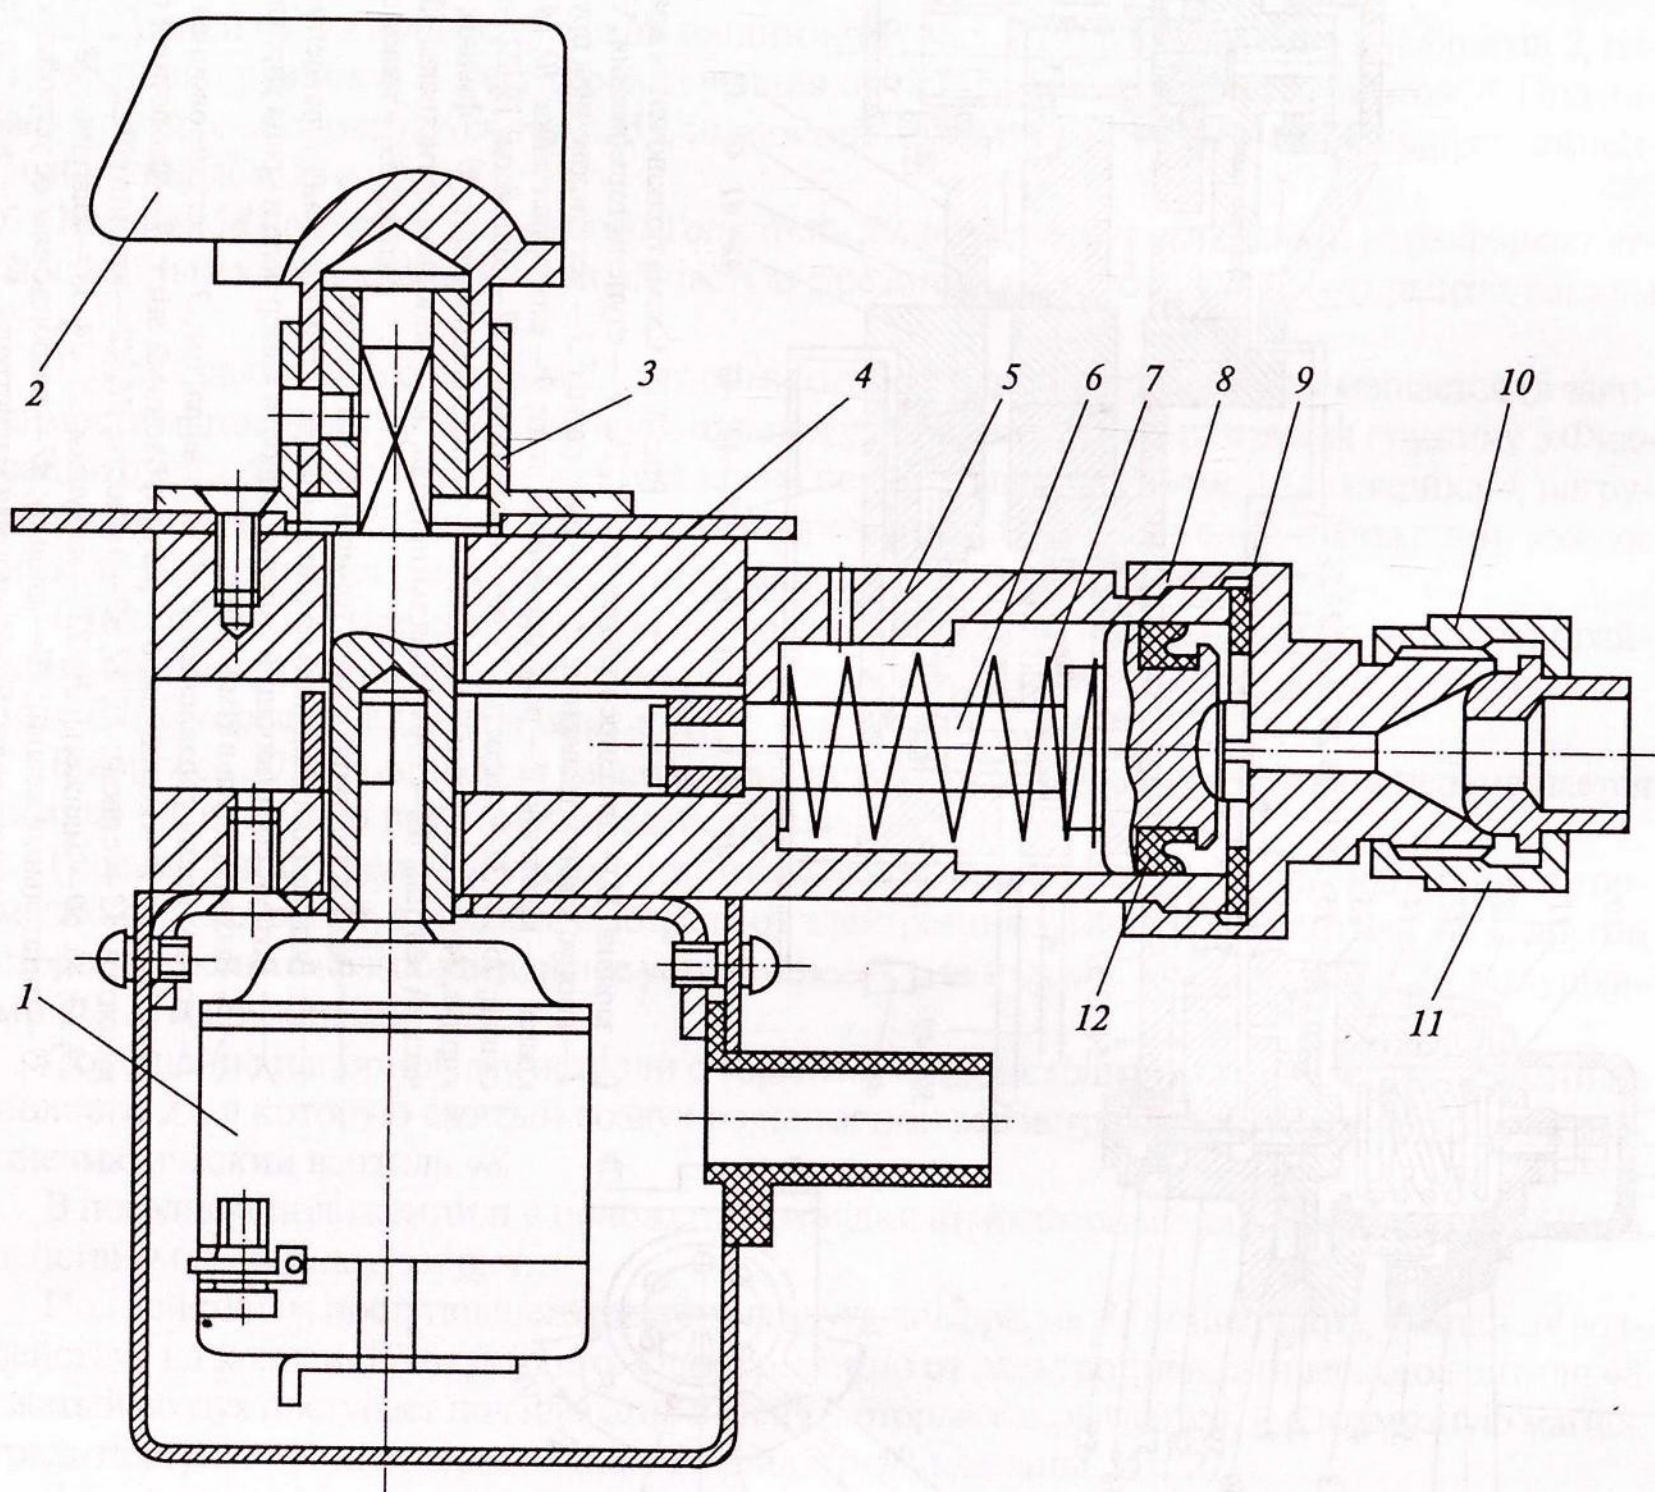

Рис. 3.20. Выключатель цепей управления:
**Блокировочное устройство** состоит из выключателя цепей управления ВЦУ1 и ВЦУ2 (рис. 3.20), вентиля блокировки ключа В5 и В6 и сигнализаторов СД2 и СД5, установленных в тормозной и стояночных магистралях.